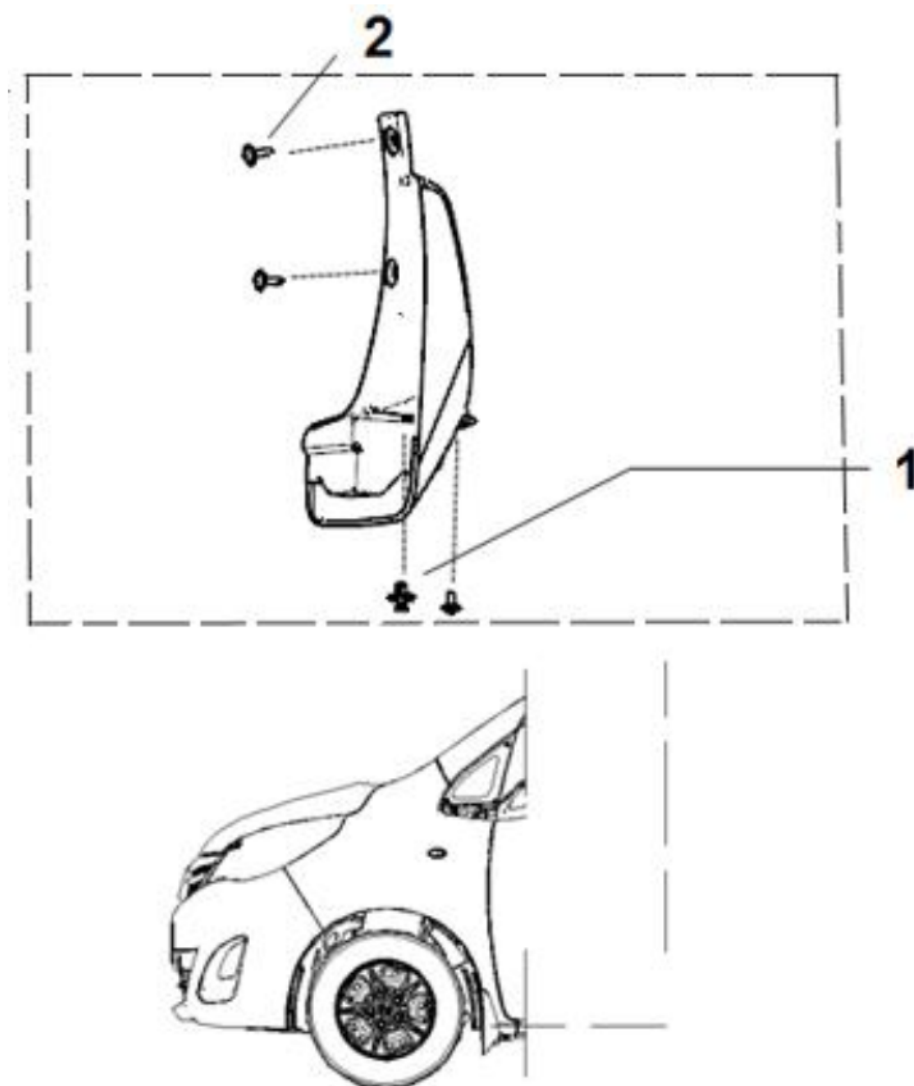

图 1-6-1 左前轮外挡泥板的拆卸
(1)、拆下左后轮挡泥板在车身钣金上的塑料螺母（图 1-6-1 标识中的 1）和一处子母扣（图 1-6-1 标识中的 2）；